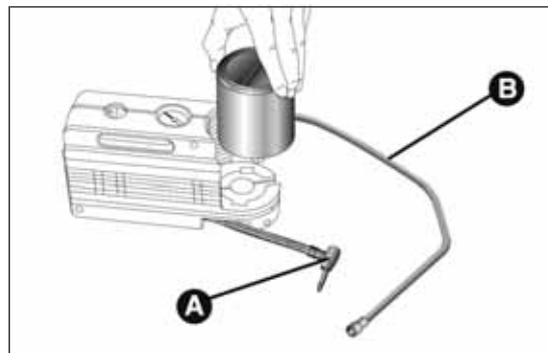

fig. 170
El compresor también puede utilizarse sólo para comprobar y, si hace falta, restablecer la presión de los neumáticos. Desconectar el empalme rápido A fig. 170 y conectarlo directamente a la válvula del neumático que se deba inflar.
- desacoplar el acoplamiento A fig. 170;